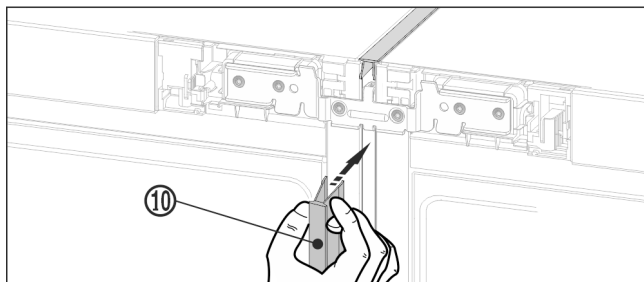

Fig. 22
- Na prednej strane zatlačte do vertikálnej medzery dlhú kryciu lištu Fig. 22 (10). Dbajte na to, aby lišta spočívala na spojovacom plechu.